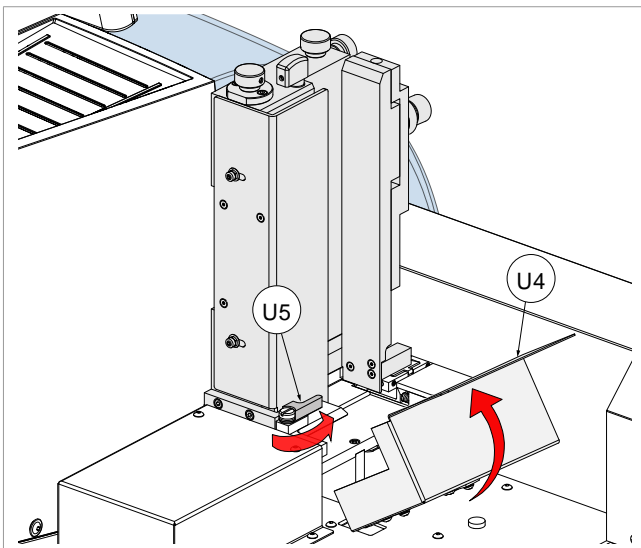

Fig. 38
- 4) Sluit de hendel (U5) en de afscherming (U4) terug (Fig. 38).